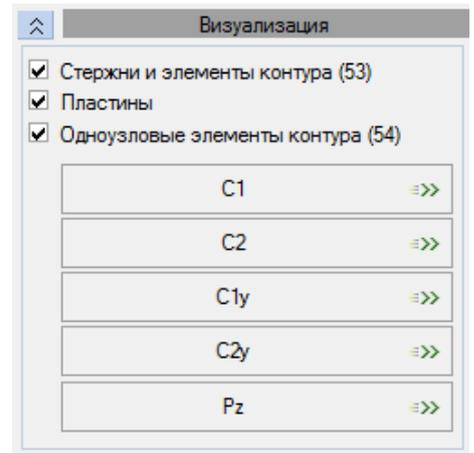

Рисунок 2.282 Визуализация
**Визуализация** (рисунок 2.282). Данная вкладка используется при необходимости отображения на экране коэффициентов постели или нагрузки для системы ГРУНТ. Для этого нужно отметить флажком типы КЭ, выбрать необходимый параметр, нажав на кнопку с соответствующим названием.